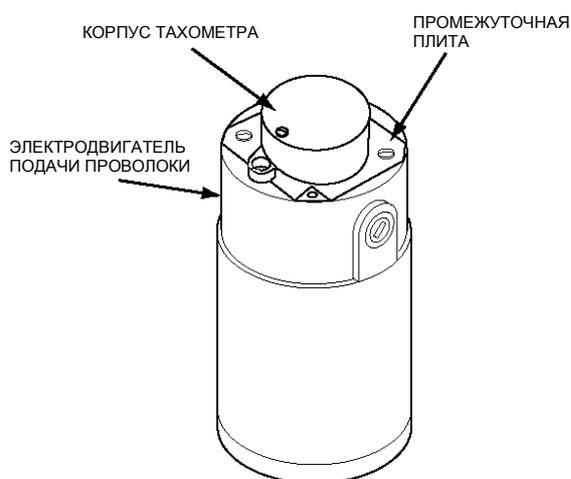

Рисунок E.16
- С помощью крестообразной отвертки снимите промежуточную плиту. Смотрите рисунок E.16.